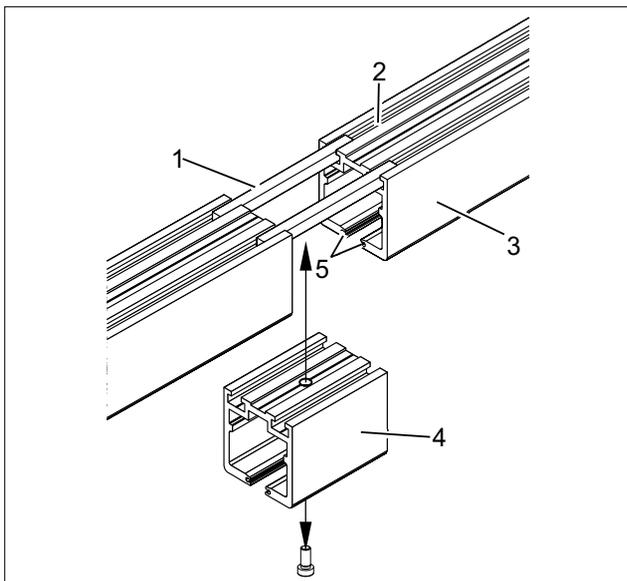

Abb. 30 Revisionsstück einsetzen
1. 2 Führungsstücke (Abb. 30/1) in die Nuten (Abb. 30/2) der Laufschiene (Abb. 30/3) einsetzen.
2. Steckkerbstifte (Abb. 30/5) in die unteren Kanäle der Laufschiene eintreiben.
3. Revisionsstück (Abb. 30/4) in die Laufschiene (Abb. 30/3) einsetzen.
4. Revisionsstück (Abb. 30/4) mit einer Schraube festziehen.